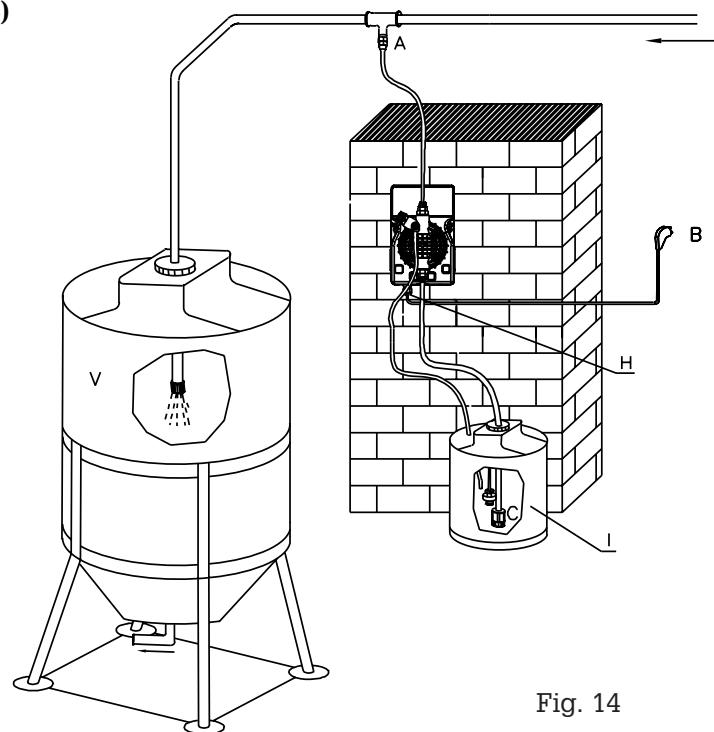

Fig. 14
7.2 - ESQUEMA TIPICO DE INSTALACION (Fig. 14)